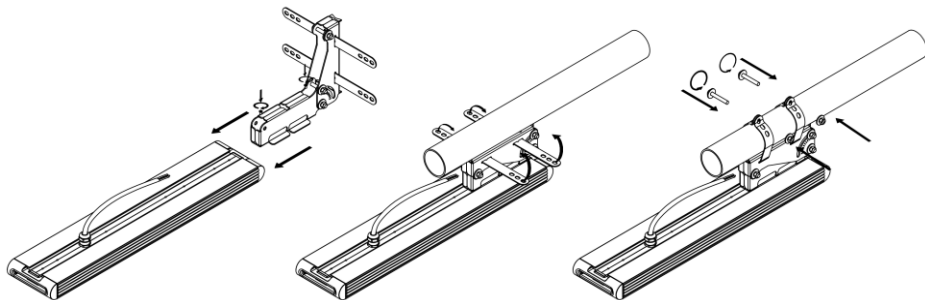

Рисунок 5 — Установка крепления (на примере Element Super 0,5x1 Консоль с регулировкой).
- 5.4.2. Распакуйте крепление и установите на светильнике (см рисунок 5). Заведите крепление в паз на корпусе светильника. Для фиксации крепления на корпусе светильника имеются 2 отверстия. Совместите отверстия на креплении с отверстиями на корпусе. Шаг между винтами на креплении должен совпасть с шагом между винтами на корпусе. Вкрутите два винта M5, идущих в комплекте для фиксации крепления на корпусе светильника.
- 5.4.4. Обогните два хомута вокруг трубы (см. рисунок 5). Труба не должна упираться в гермоввод на корпусе светильника.